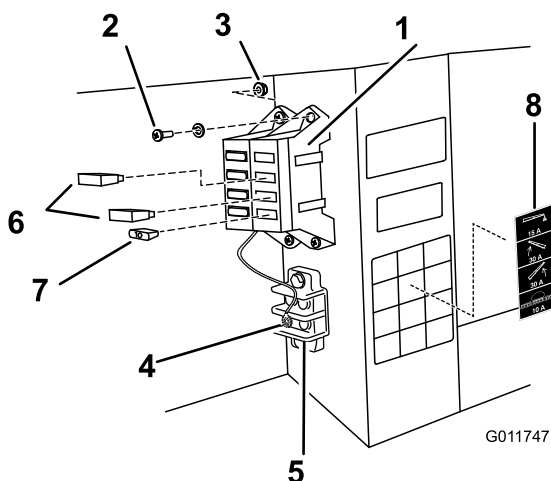

Figura 12
8. Conecte el cable negro de tierra al perno de 1/4 pulgada situado en el bastidor del vehículo, usando la arandela de estrella (Figura 12).
10. Instale el bloque de fusibles y el mazo de cables al bastidor junto al bloque de fusibles existente, usando los dos tornillos (N° 10-24 x 3/4 pulgada) y las dos contratuercas (N° 10-24) según se muestra en Figura 12.
A. Instale los dos disyuntores térmicos de 30 amperios en las ranuras de los fusibles de elevación de los brazos izquierdo y derecho (Figura 12).
B. Instale el fusible de 10 amperios en la ranura del sistema de pulverización (Figura 12).